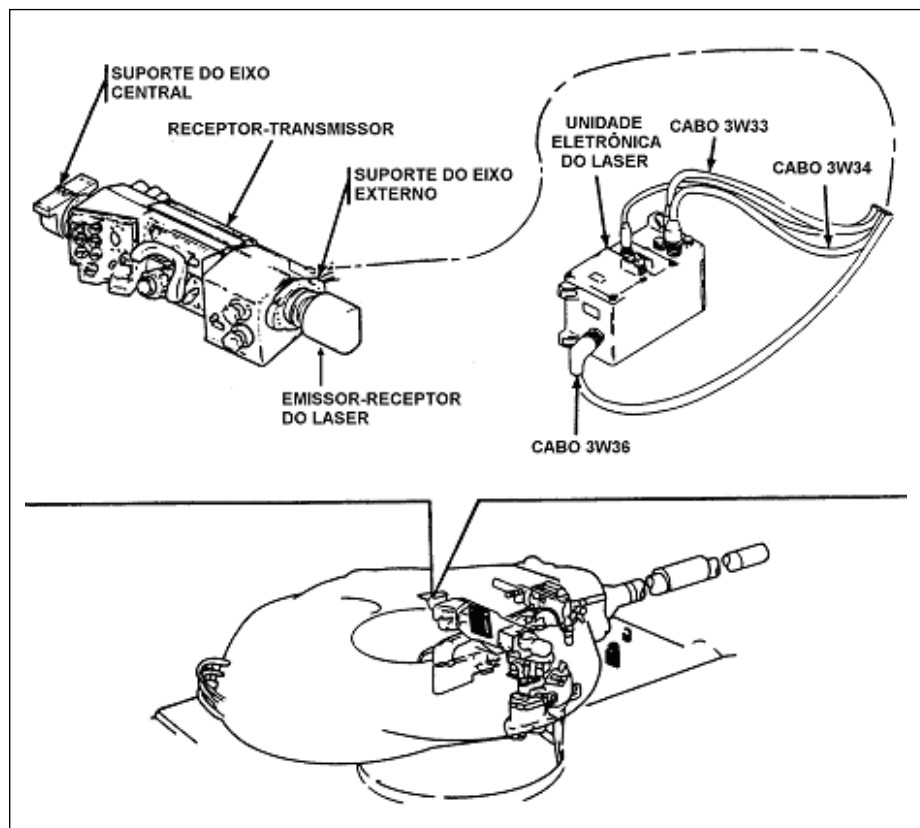

Fig 7-6. Componentes do telêmetro laser
a. O AN/VVG-2 LRF é o principal meio de determinação de distâncias que o M60 possui, sendo composto de: Receptor-Transmissor (RT), no compartimento do Cmt CC, e Unidade Eletrônica (UE), no piso da torre sob o Can. (Fig 7-6)